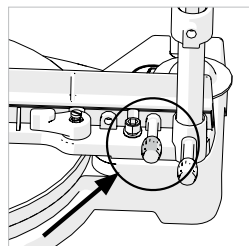

Fig. 5
- Allentare la manopola di arresto. (**Fig. 5**)